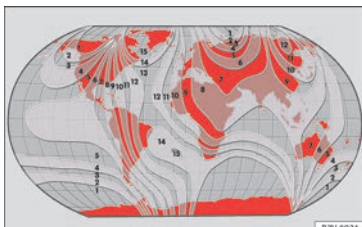

Abb. 119 Kompasszonen.
- Kompasszone entsprechend dem aktuellen Standort auswählen » **Abb. 119**.